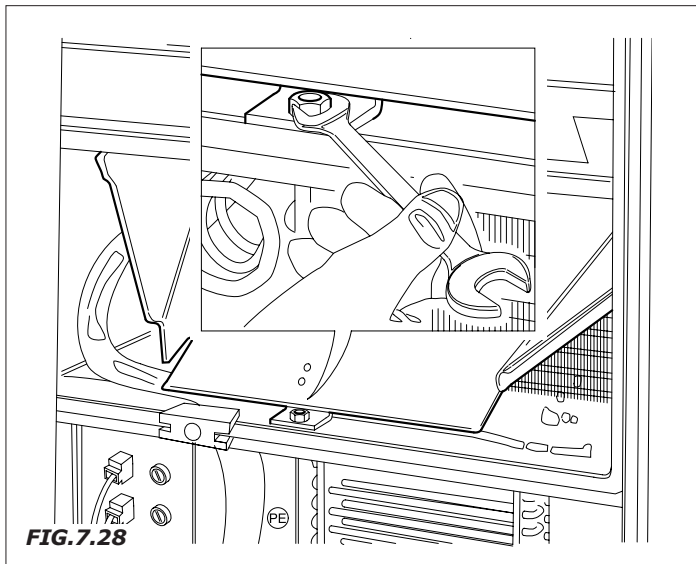

FIG.7.28
- Extraer el tornillo de fijación de la rampa (Fig.7.28).